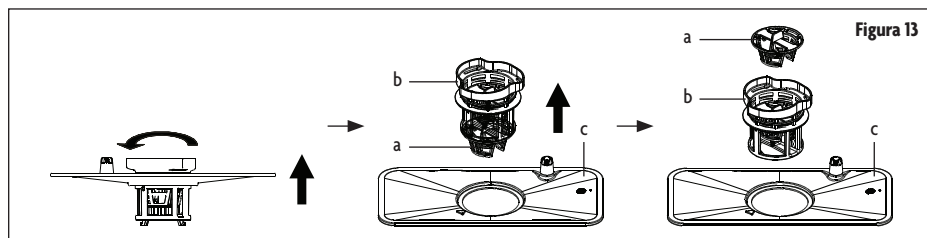

Figura 13
1. Rote el montaje de los filtros (figura 13, a, b y c) en sentido antihorario y luego levántelo.
2. Retire el filtro fino (figura 13, b) y el filtro basto (figura 13, a) empujando cuidadosamente hacia arriba el filtro fino desde la parte inferior del filtro principal (figura 13, c).
3. Retire el filtro basto (figura 13, a) del filtro fino (figura 13, b) empujando hacia arriba desde la parte inferior de las pestañas que lo mantienen unido al filtro fino.